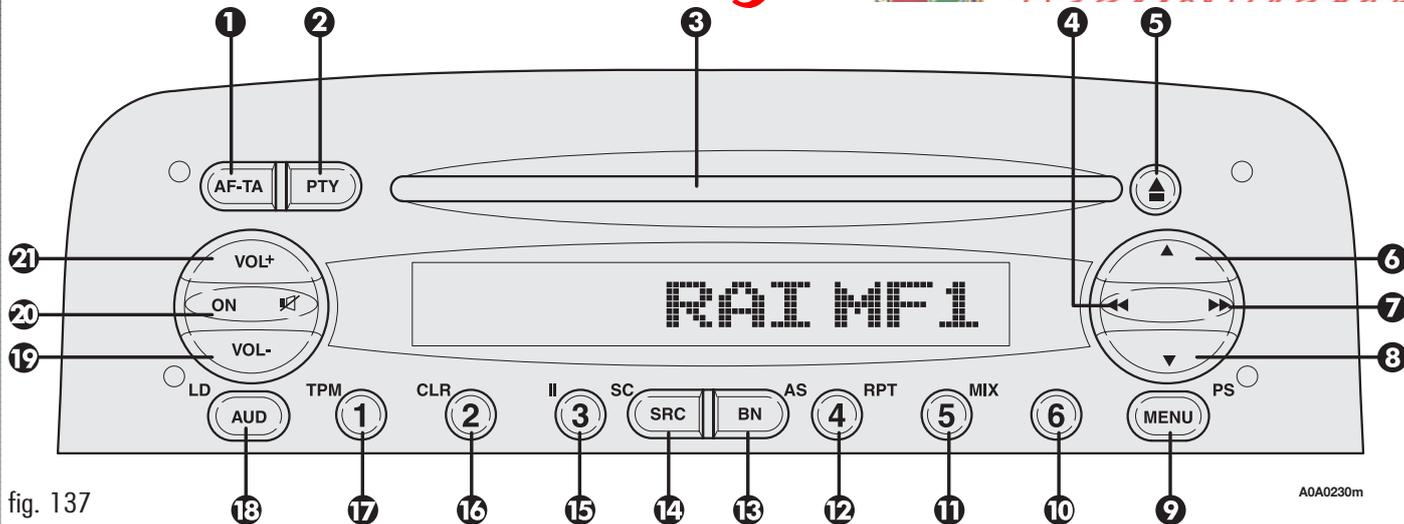

fig. 137
**COMANDI SUL FRONTALINO (fig. 137)**
## FUNZIONI E REGOLAZIONI (fig. 137)